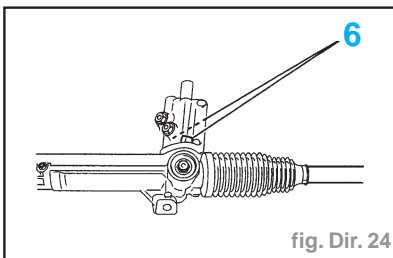

fig. Dir. 24
- Obturer les orifices (3) et (4).
- Desserrer la vis (5) de quelques tours.
- Déposer les vis de fixation (6) (fig. Dir. 24).